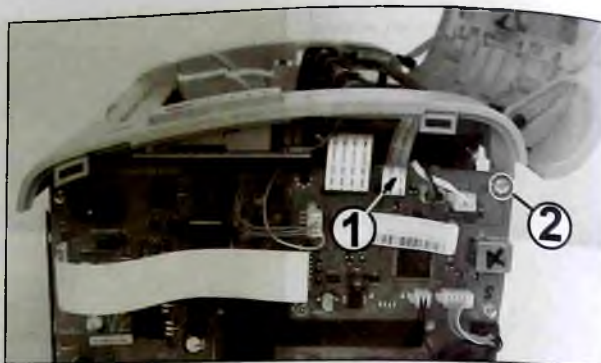

Рис. 10
10. Располагают принтер правой стороной к себе. Отключают шлейф (1 на рис. 10) подключения панели управления от платы форматера. Откручивают винт (2) крепления платы форматера к правой боковой стойке принтера.